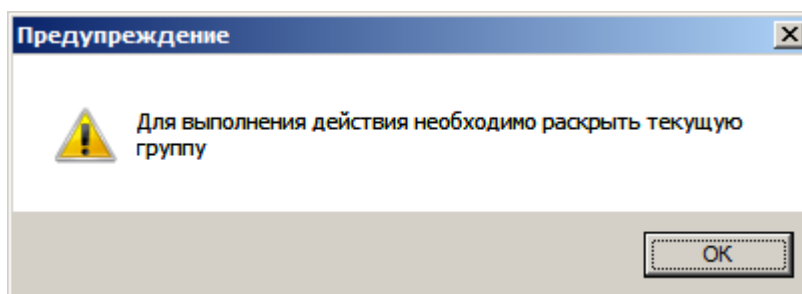

Рис. 1. Предупреждающее сообщение
5. Если курсор установлен на скрытой/раскрытой локальной смете, то добавление нового подраздела запрещено. Программа выведет на экран предупреждающее сообщение (см. рис. 1).
6. Если курсор установлен на сметной строке локальной сметы, то добавление нового подраздела запрещено. Программа выведет на экран предупреждающее сообщение (см. рис. 1).
7. Если курсор установлен на скрытом разделе, то добавление нового подраздела запрещено. Программа выведет на экран предупреждающее сообщение (см. рис. 1).
8. Если курсор установлен на скрытом подразделе, то добавление нового подраздела запрещено. Программа выведет на экран предупреждающее сообщение (см. рис. 1).